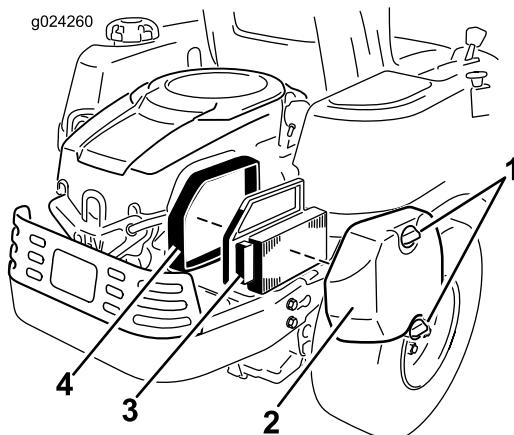

Figura 34
1. Remova a cobertura do filtro de ar (Figura 34).
2. Remova o elemento do filtro de ar com o vedante de borracha completo (Figura 34).
5. Instale o elemento do filtro de ar com o lado dobrado “para fora” e assente o vedante de borracha nas extremidades da base do filtro de ar (Figura 34).
6. Coloque a cobertura do filtro de ar e fixe-a com os 2 botões (Figura 34).